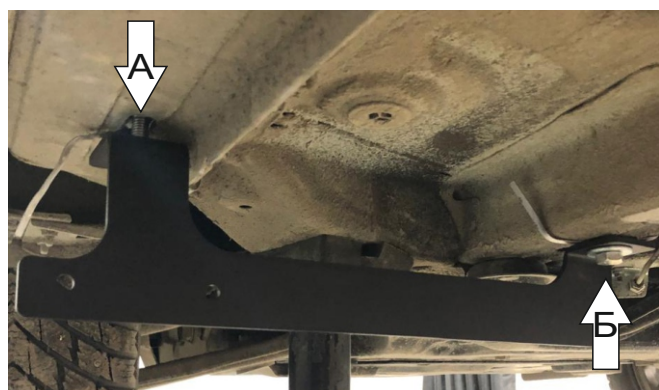

Рис. 2
2. Установить передний кронштейн к установленным гайкам закладным используя болты M10x25 с шайбой 10 и шайбой 10 гр. (А и Б). (Рис. 2)